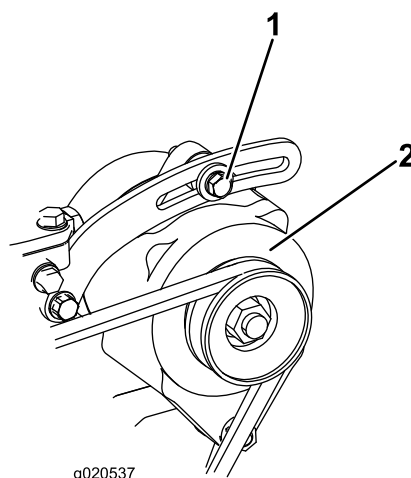

Figura 90
1. Se l'inflessione non è di 10 mm, allentate i bulloni di fissaggio dell'alternatore (Figura 90).